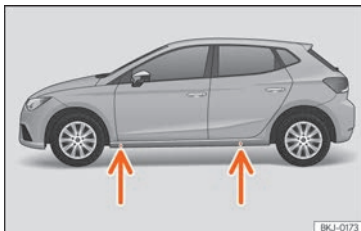

Abb. 76 Aufnahmepunkte für den Wagenheber.
- Suchen Sie am Längsträger die Markierung des Aufnahmepunktes für den Wagenheber (Eindrückung), die dem zu wechselnden Rad am nächsten liegt » » **Abb. 76**.